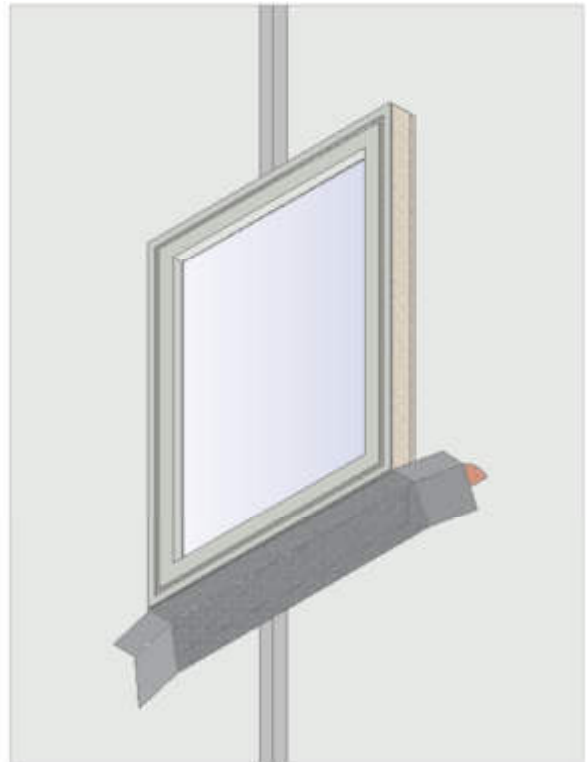

Figura 4
- Aplicar la membrana y alísela sobre el marco en línea recta, presionando suavemente la membrana hasta colocarla en la posición correcta, asegurándose de que no queden arrugas en la membrana. (Figura 4).